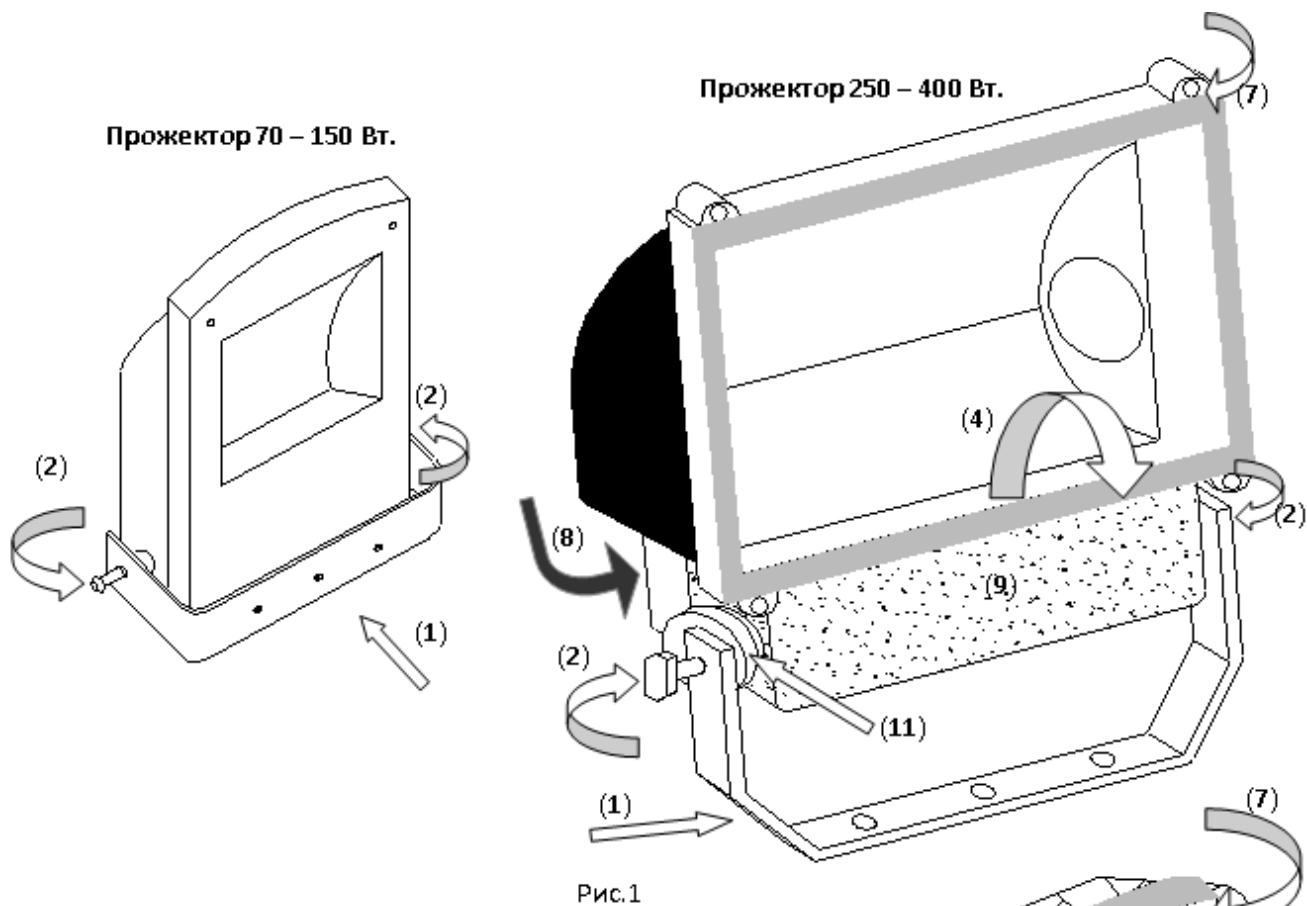
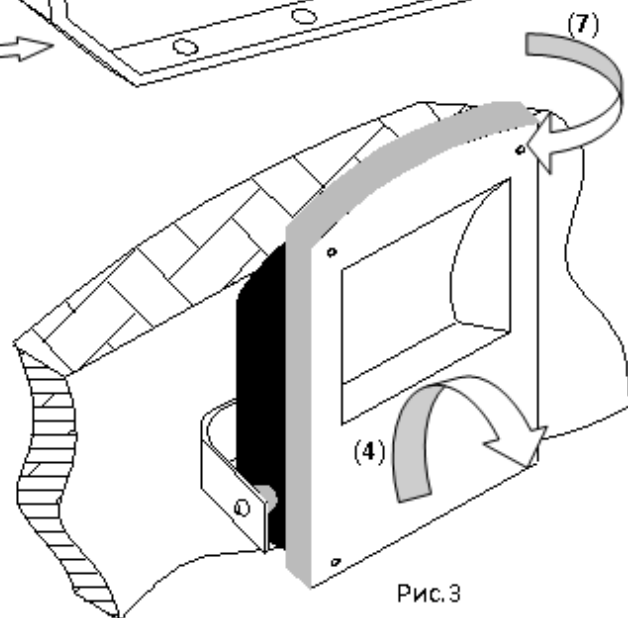
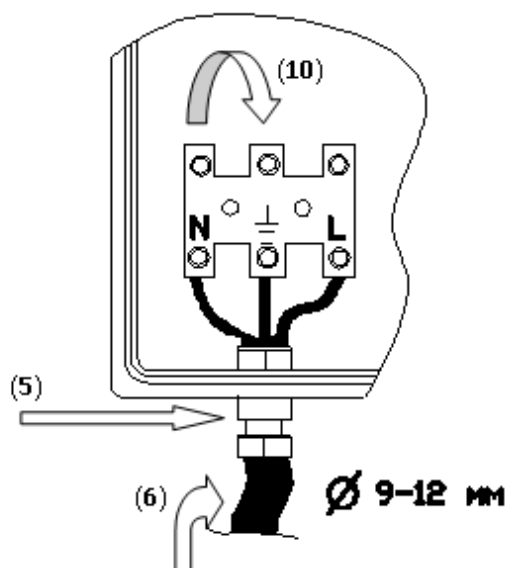

Рис.1
Рис.3
Рис.4
- ❖ С распакованного прожектора снять лиру (1), отвернув два винта (2) ее крепления на корпусе (рис.1).
- ❖ Установить корпус прожектора на лире так, чтобы она не препятствовала откидыванию передней крышки (4) прожектора (рис.3) и вводу питающего кабеля (5) в кабельную втулку (6) (рис.4).
- ❖ Откинуть переднюю крышку (4) (рамку с защитным стеклом прожектора 250 или 400 Вт), отвернув 4 винта (7) ее крепления на корпусе (рис.3). У прожектора 250 – 400 Вт снять заднюю крышку (8) электрического бокса (9) (рис.1).
- ❖ Ввести в кабельную втулку (5) подготовленный кабель питания (6) и закрепить его концы в клеммной колодке (10), соблюдая указанную полярность (рис.4).
- ❖ Установить прожектор под необходимым углом к вертикали, используя угломерную шкалу (11), и закрепить корпус прожектора на